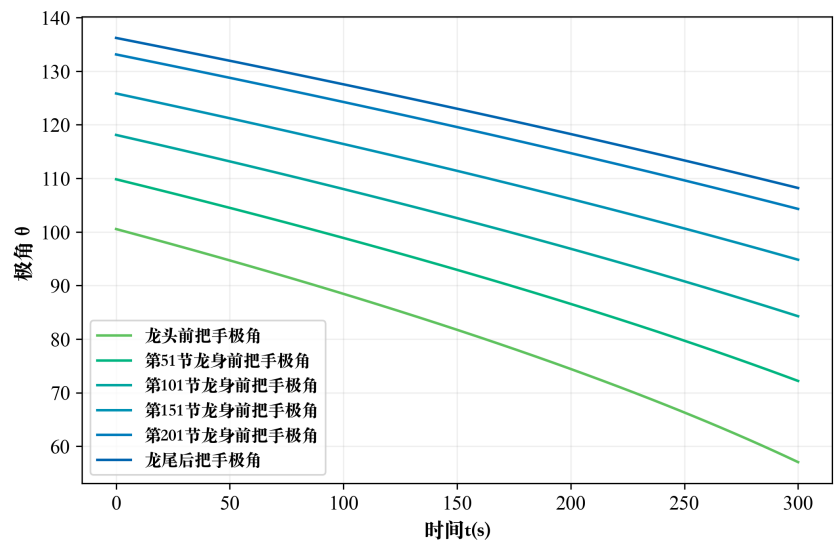

图 5 $t = 0\text{s}$ 至 $t = 300\text{s}$ 部分把手的极角变化情况
- 若作出极角的变化图像（如图 5所示），我们可以发现越靠内圈的把手，极角变化速度越快。这是因为越靠内圈，把手的运动半径就越小，为了保持相同的速度，极角的变化率就会变快。这也验证了我们建立的模型的合理性。
正如我们在问题一中所作的分析（如图 5 所示），内圈板凳的极角变化速度更快，这意味着在同一时间内，内圈板凳的角度变化比外圈板凳更大。